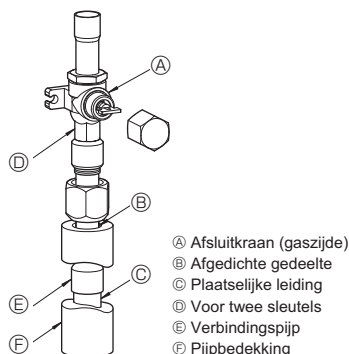

Fig. 4-3
#### ③ Gebruik de volgende procedure voor het aansluiten van de pijpen aan de gaszijde. (Fig. 4-3)